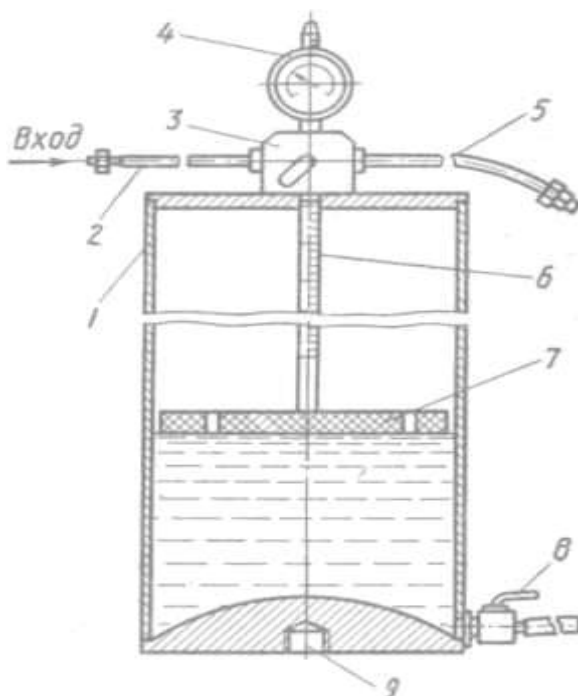

Рис.13. Прибор К-436
2. Изучите устройство, принцип действия прибора К-436 (рис. 13), проверки технического состояния топливных насосов карбюраторных двигателей.
2. Изучите устройство, принцип действия прибора К-436 (рис. 13), проверки технического состояния топливных насосов карбюраторных двигателей